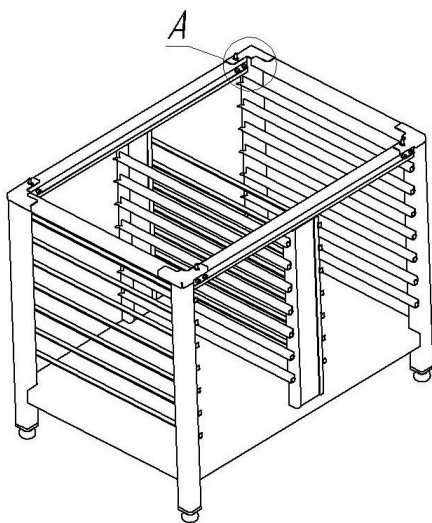

Рис. 5
2.3.5. Перевернуть подставку, как показано на рис. 5.
2.3.6. Установить упоры 10 (справа) и 11 (слева). Закрепить их, ввернув винты 15 (рис. 5а).
Рис. 5а